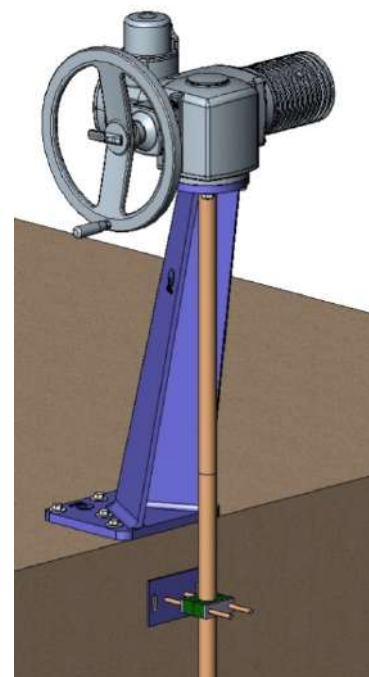

fig. 14
- Possibilité de colonne inclinée (fig. 14).